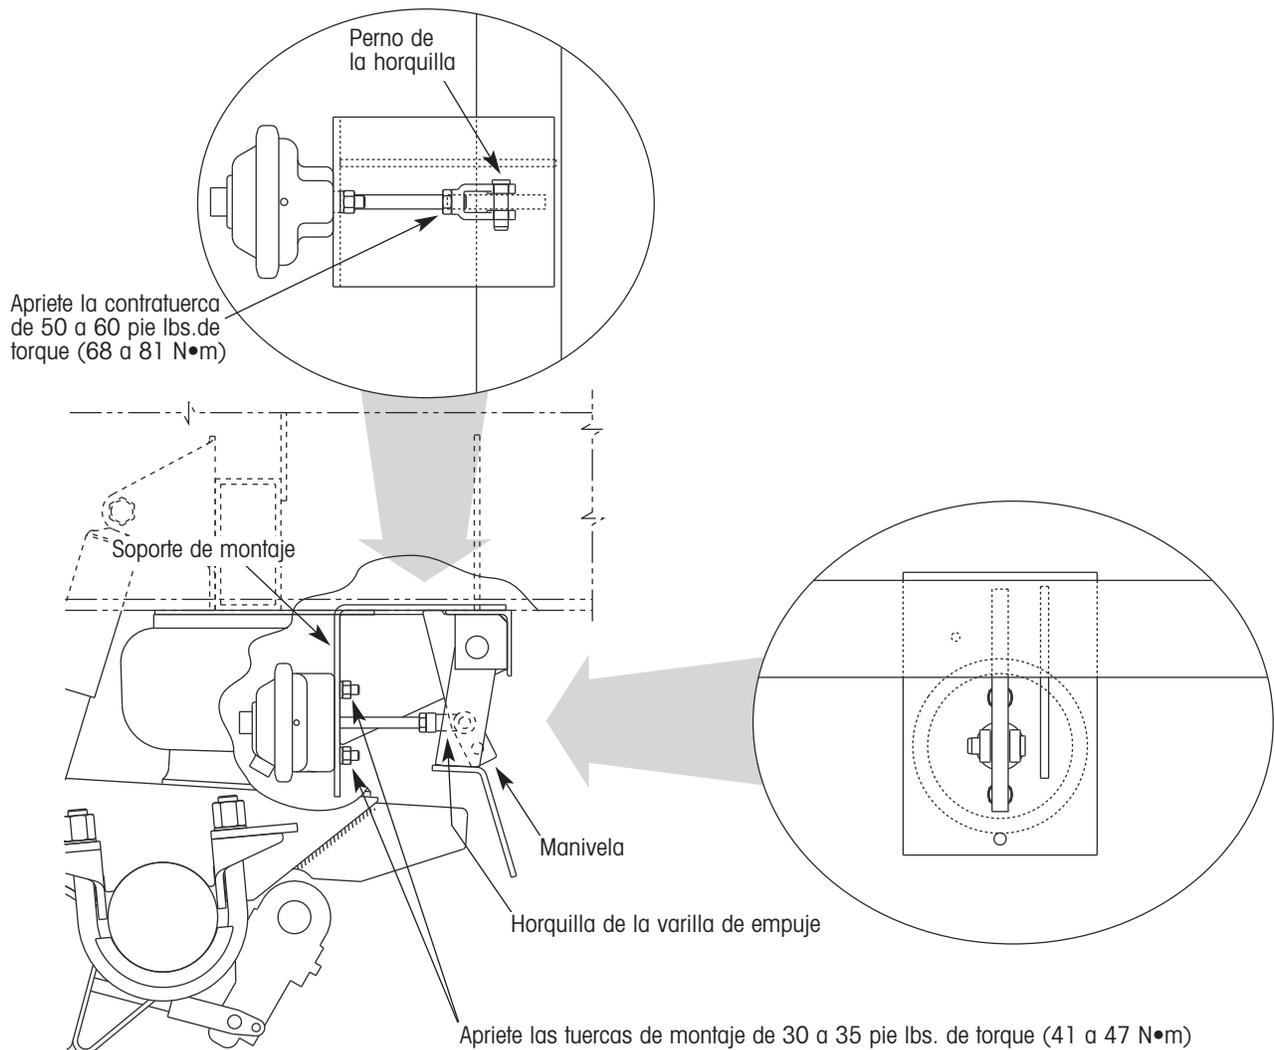

Figura 95. Detalles de instalación del actuador tipo cámara de frenos para la suspensión de alto control
18. Deslice la varilla de empuje de la cámara de frenos a través del soporte de montaje (figura 95). Alinee la horquilla de la varilla de empuje con el agujero superior de la manivela. Inserte el perno de la horquilla a través de la horquilla y de la manivela. Asegure el perno de la horquilla con una chaveta.
19. Apriete las tuercas de montaje de la cámara de frenos (figura 95) a un torque de 30 a 35 pie lbs. (41 a 47 N•m). Apriete la contratuerca en la varilla de empuje a un torque de 50 a 60 pie lbs. (68 a 81 N•m).
10. Deslice la varilla de empuje de la cámara de frenos a través del soporte de montaje (figura 95). Alinee la horquilla de la varilla de empuje con el agujero superior de la manivela. Inserte el perno de la horquilla a través de la horquilla y de la manivela. Asegure el perno de la horquilla con una chaveta.
11. Apriete las tuercas de montaje de la cámara de frenos (figura 95) un torque de 30 a 35 pie lbs. (41 a 47 N•m). Apriete la contratuerca de la barra de empuje a un torque de 50 a 60 pie lbs. (68 a 81 N•m).